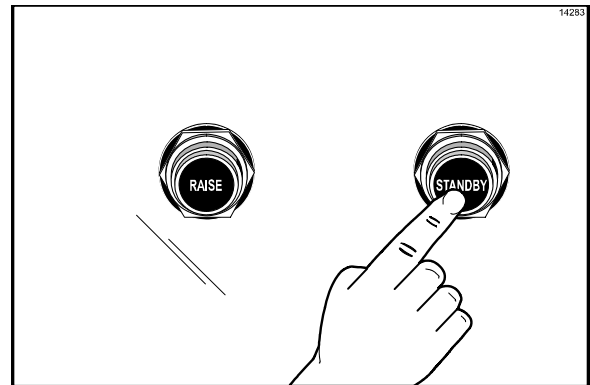

Figure 24
4. Appuyer sur le bouton Standby (attente) pour fermer la plaque (Cf. Figure 24).